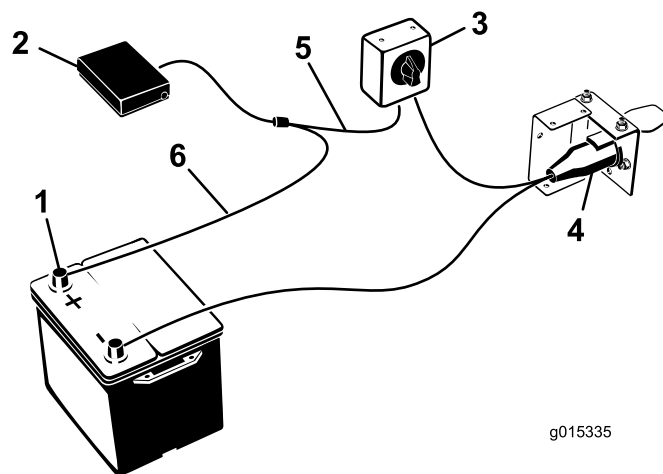

Figura 11
7. Monte a cablagem nos componentes (Figura 11) da seguinte forma:
8. Monte o controlador de carga ao suporte do controlador com os (2) parafusos e porcas Tinnerman incluídas.